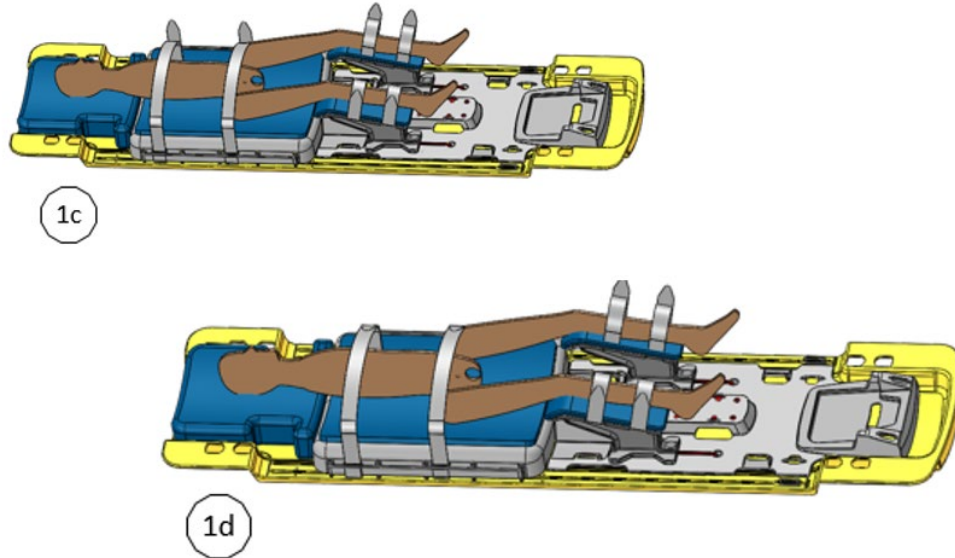

Figure 33 : Fixation des sangles abdomen/bras
1. Installer deux sangles abdomen/bras aux emplacements indiqués sur la *Figure 33*. La fixation des sangles abdomen/bras peut se faire comme suit :